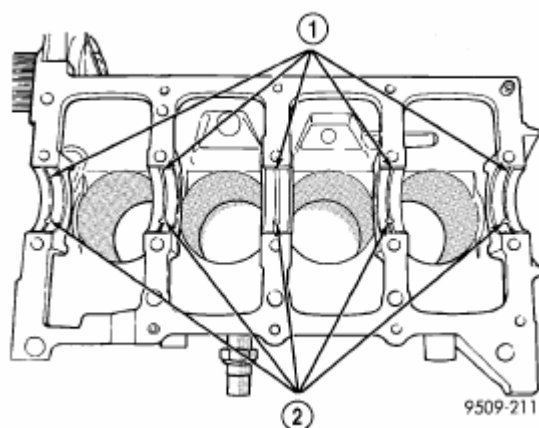

Рис. 44. Установка верхних вкладышей коренных подшипников.
(1) Установить вкладыши коренных подшипников со смазочной канавкой на блок цилиндров (Рис.44).
(2) Убедиться, что масляные отверстия блока соосны относительно масляного отверстия подшипника, а пластины подшипника сидят в специальных прорезях блока.